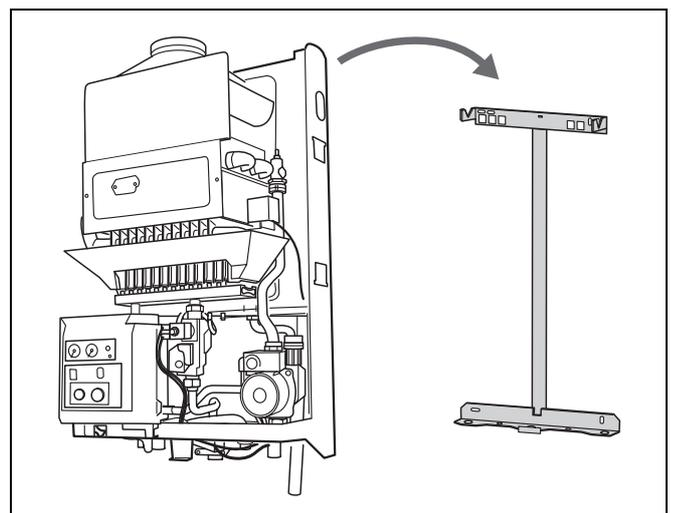

Fig. 8 Montaggio
- Appendere la caldaia murale a gas al supporto a parete (fig. 8).